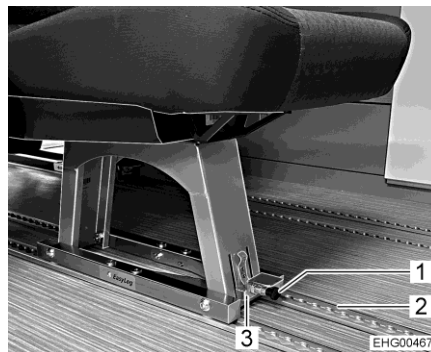

Fig. 6 Asiento individual (bloqueado)
- Tirar el tirador negro (Fig. 6,1) hacia delante.
- Tirar el arco metálico (Fig. 6,3) hacia arriba.
Ahora, se podrá desplazar el asiento individual / banco de asiento doble en el riel (Fig. 6,2) o extraerlo del riel.